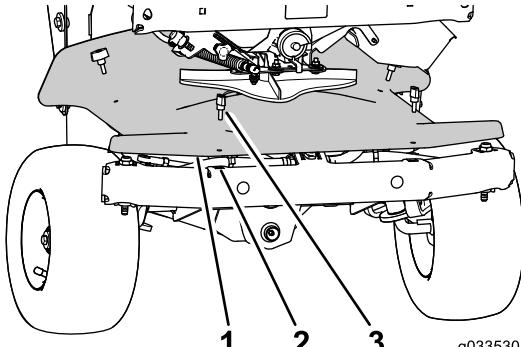

Figura 27
3. Retire los cuatro tornillos de orejeta que sujetan la tapa delantera (debajo del impulsor) al chasis y retire la tapa (Figura 27).